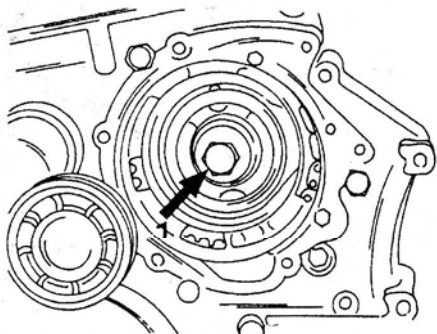

Рис. 112. Болт (1) крепит регулятор впрыскивания с передней стороны топливного насоса высокого давления.
- Отвернуть болт (1) в центре регулятора впрыскивания (рисунок 112). При этом следует соответствующим